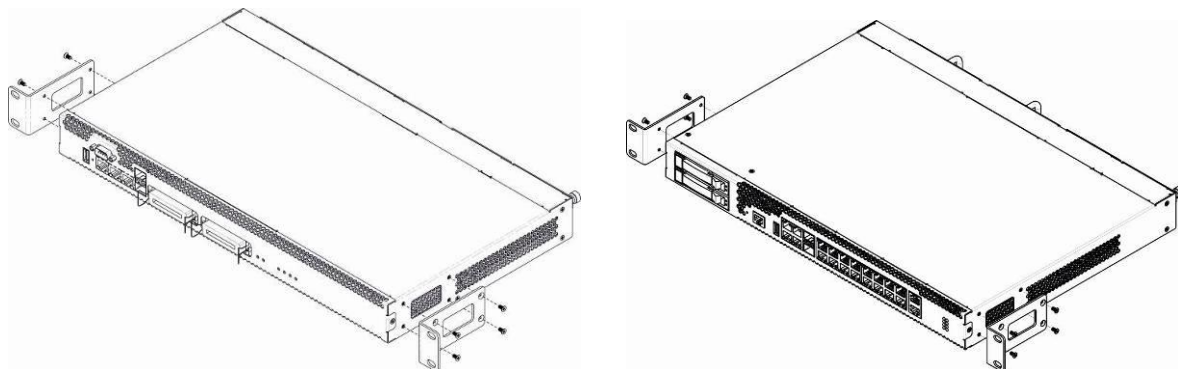

Рисунок 10– Крепление кронштейнов для SMG-1016M (слева) и SMG-2016 (справа)
1. Совместите четыре отверстия для винтов на кронштейне с такими же отверстиями на боковой панели устройства, Рисунок 10.